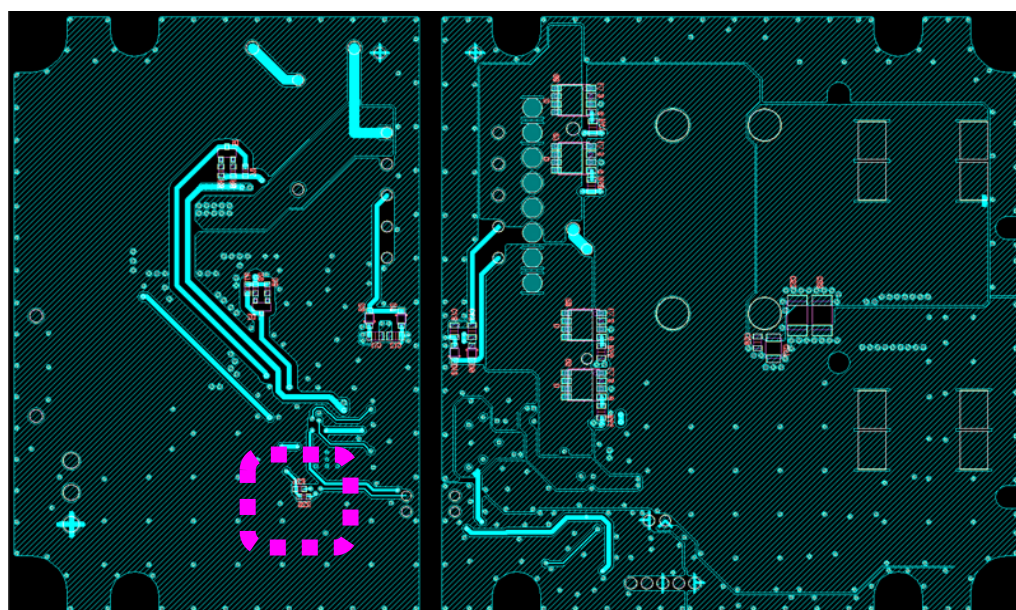

図 3.3 基板レイアウト 2
3. GND プレーン (回路図中 PN) は図 3.3 のように 1 点にまとめ、ハーフブリッジ PWM コントローラの AGND ピンに接続します。